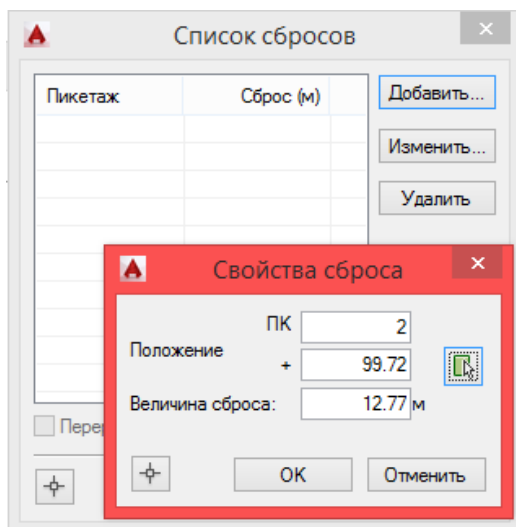

Рис. 28 Мастер оцифровки - сбросы
- 7) Нажать кнопку *Сбросы* и в диалоговом окне *Список сбросов* (см. рис. 28) добавить сбросы, указав величину сброса на профиле.